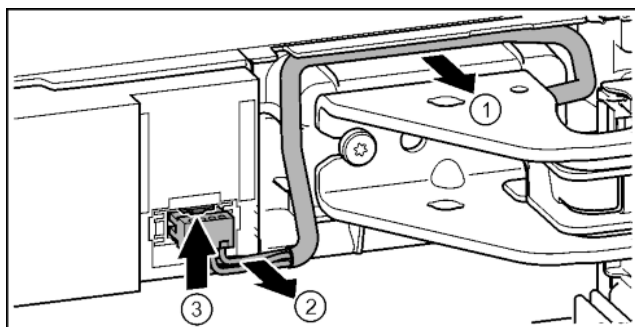

Fig. 20
- ▶ Ostrożnie wyjąć kabel znajdujący się nad płytą zawiasu. Fig. 20 (1)
- ▶ Z kanału ostrożnie wyjąć przewód pleciony. Fig. 20 (2)
- ▶ Nakładkę wcisnąć w górę i ostrożnie wyjąć wtyczkę. Fig. 20 (3)